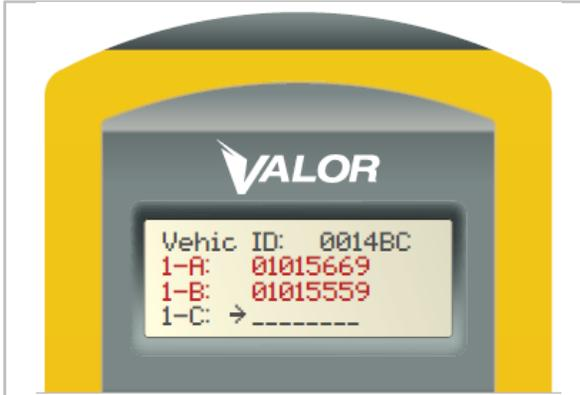

Figura 11
4. **\*Nota:** Cuando esté programando un CANBUS de Valor con un eje de sólo dos posiciones (neumáticos), programe los sensores (ID numbers) en las posiciones – A para el lado izquierdo y – B para el lado derecho (Figura 11)